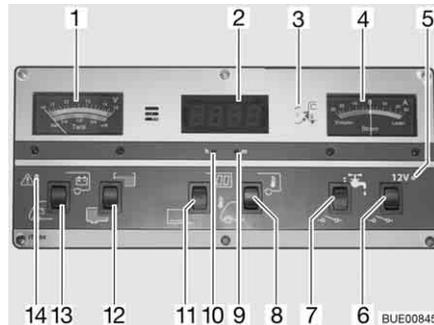

Fig. 152 Panel IT 994
Observar la escala superior del instrumento indicador V/depósito (Fig. 152,1). El instrumento indicador se ilumina automáticamente al accionar el interruptor.
- Pulsar el interruptor basculante (Fig. 152,13) por abajo: Indica la tensión de la batería del motor de arranque.
- Pulsar el interruptor basculante (Fig. 152,13) por arriba: Indica la tensión de la batería del habitáculo.
Observar la escala inferior del instrumento indicador V/depósito (Fig. 152,1). El instrumento indicador se ilumina automáticamente al accionar el interruptor.
- Pulsar el interruptor basculante (Fig. 152,12) por arriba: Indica la cantidad de agua.
- Pulsar el interruptor basculante (Fig. 152,12) por abajo: Indica la cantidad de aguas residuales.
La luz roja de ALARMA (Fig. 152,14) parpadea en cuanto la tensión de la batería del habitáculo baja de 11 V (medición durante el servicio) y hay peligro de descarga completa.
- Pulsar el interruptor basculante (Fig. 152,11) por arriba: El indicador del reloj digital está conectado. El indicador de temperatura está listo para funcionar.
- Pulsar el interruptor basculante (Fig. 152,11) por abajo: El indicador del reloj digital y el indicador de temperatura están desconectados.
- Con ayuda de un objeto delgado, p. ej. una mina de bolígrafo, hacer presión en el orificio para horas (Fig. 152,10) hasta obtener la hora deseada.
- Con ayuda de un objeto delgado, p. ej. una mina de bolígrafo, hacer presión en el orificio para minutos (Fig. 152,9) hasta obtener los minutos deseados.
- Pulsar el interruptor basculante (Fig. 152,8) por arriba: Indica la temperatura interior.
- Pulsar el interruptor basculante (Fig. 152,8) por abajo: Indica la temperatura exterior.
El instrumento indicador (Fig. 152,4) indica constantemente la corriente actual suministrada por la batería. El instrumento indicador se ilumina automáticamente al accionar el interruptor.
El interruptor principal de 12 V (Fig. 152,6) conecta y desconecta el panel y la alimentación de 12 V del habitáculo.
Conectar: ■ Pulsar el interruptor basculante (Fig. 152,6) por arriba: La alimentación de 12 V del habitáculo está conectada. La luz de control (Fig. 152,5) se enciende de color verde.
Desconectar: ■ Pulsar el interruptor basculante (Fig. 152,6) por abajo: La alimentación de 12 V del habitáculo está desconectada. La luz de control (Fig. 152,5) se apaga.
Se enciende la luz de control de 12 V (Fig. 152,5) cuando se conecta el interruptor principal de 12 V (Fig. 152,6).
Se enciende la luz de control de 230 V (Fig. 152,3) amarilla cuando hay tensión de red en la entrada del bloque eléctrico.
Conectar: ■ Pulsar el interruptor basculante (Fig. 152,7) por arriba: El suministro de agua está conectado.
Desconectar: ■ Pulsar el interruptor basculante (Fig. 152,7) por abajo: El suministro de agua está desconectado.